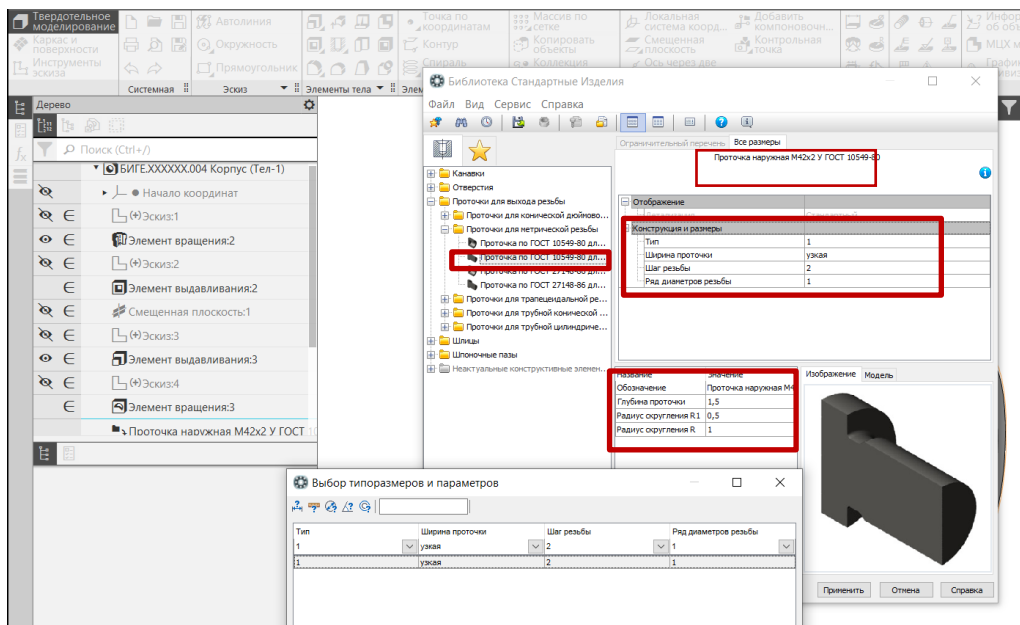

Рис. 14 Определение параметров проточки
- Определяют **Параметры проточки**. Тип проточки – 1, ширина – узкая (рис. 14).